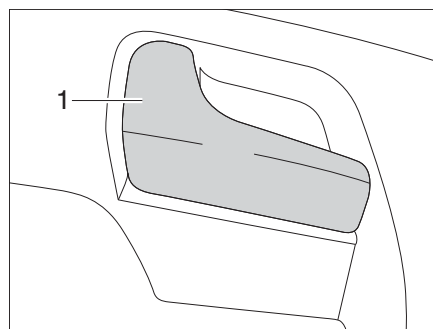

Fig. 43 Puerta del conductor, en el interior
- Tirar del tirador (Fig. 43,1). Se desbloqueó la cerradura de la puerta.